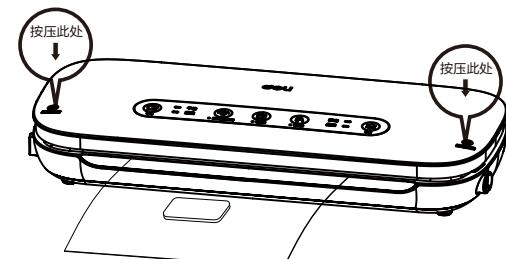

图2
- 4.关闭上盖并用手掌按压上盖两端有标记处，听到清脆的锁扣声，如图2；